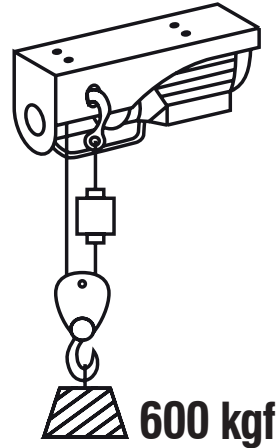

Fig. 14 – Guincho com a configuração cabo duplo
- b. Para o trabalho com sua capacidade máxima, deve ser utilizado o gancho com polia de inversão (Fig. 14), sendo o gancho principal fixado na estrutura do guincho;